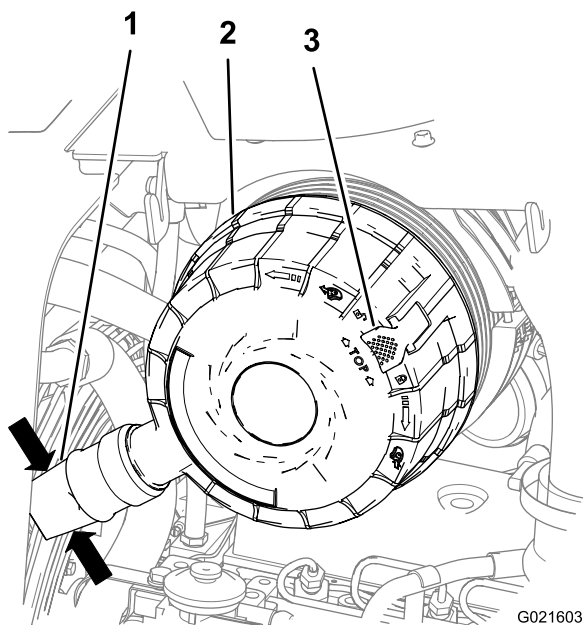

Figura 116
acúmulo de água, poeira ou sujeira da válvula. (Figura 116).
5. Puxe para fora o fecho da tampa do purificador de ar (Figura 116).